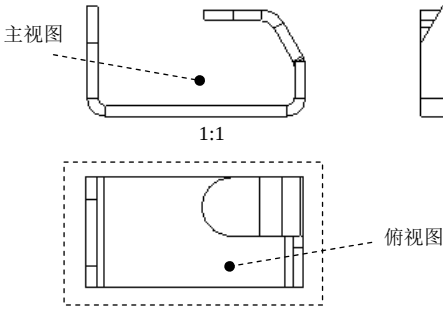

图 11.11.8 创建俯视图
Step6. 创建三维钣金件的俯视图(图 11.11.8)。
(1) 选取主视图,然后右击,从快捷菜单中选择 **插入投影视图...** 命令。
(2) 在系统  选择绘图视图的中心点。的提示下,在主视图的下面任意选择一点,则系统自动创建俯视图(图 11.11.8)。